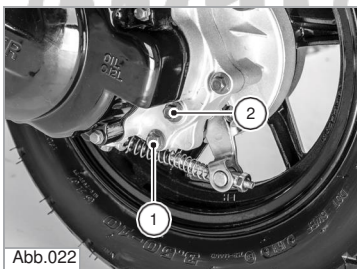

Abb.022
- Lösen Sie die Schraube (1) (Abb. 022) auf der linken unteren Seite des Motors um das Getriebeöl abzulassen.
- Öl an der Einfüllschraube (2) (Abb. 022) nachfüllen.